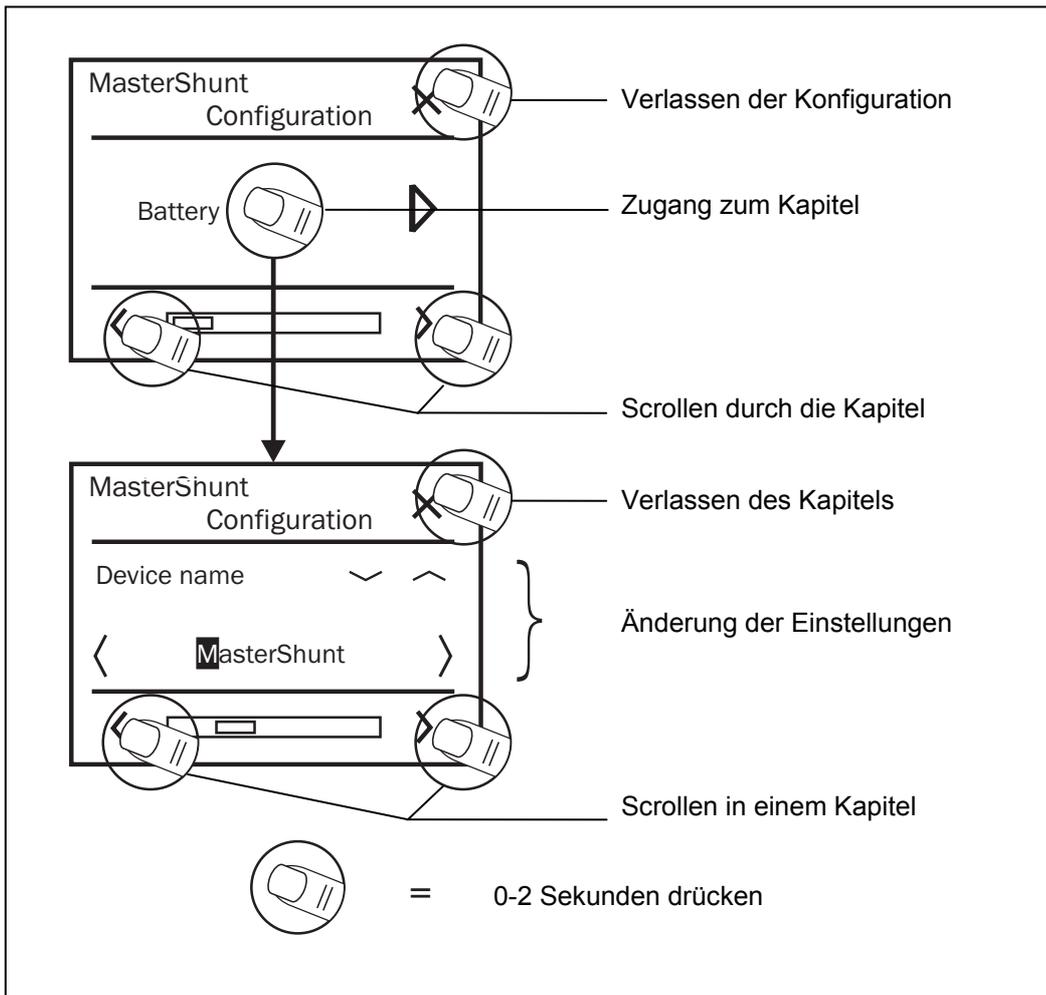

Abbildung 11: Betrieb des MasterView Easy, Beispiel Konfiguration
- Drücken Sie X, um ein Menü zu verlassen oder eine Einstellung zu löschen (siehe Abbildung 11). Sie kehren dann zum Hauptmenü zurück.
Auf dem Startbildschirm des MasterView Easy wird die Geräteliste angezeigt, siehe auch Abbildung 11. Durch die Auswahl des Easy-Displays selbst gehen Sie in das Überwachungs-menü des MasterView